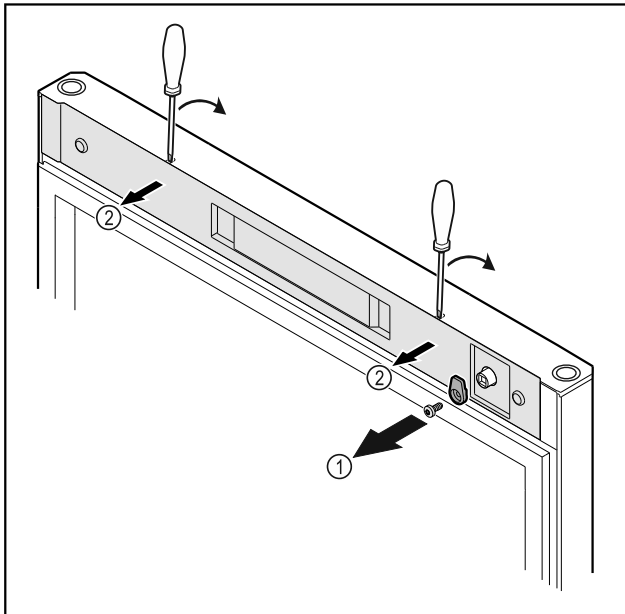

Fig. 19
- ▶ Atsukite uždarymo kabliuką Fig. 19 (1).
- ▶ Atfiksukite dengiamąją plokštelę Fig. 19 (2) mažu atsuktuvu ir nuimkite.